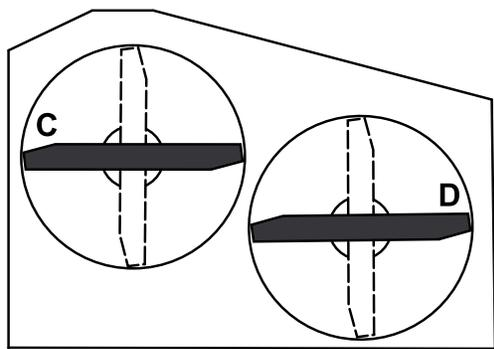

Figura 58
2. Disponete le lame in posizione laterale rispetto alla macchina. Misurate ai punti **C** e **D** da una superficie piana fino al tagliente della punta della lama (Figura 58).